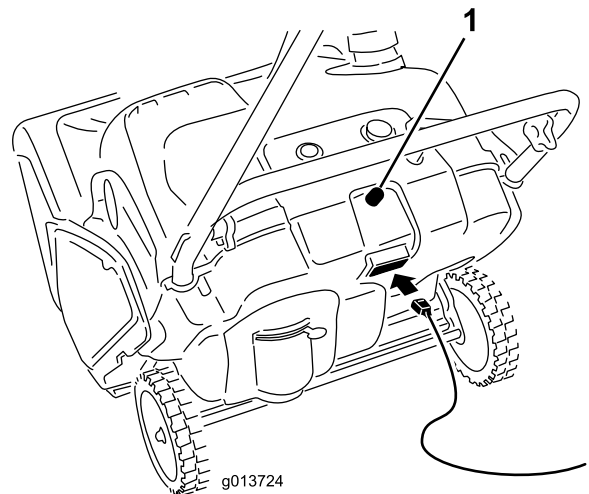
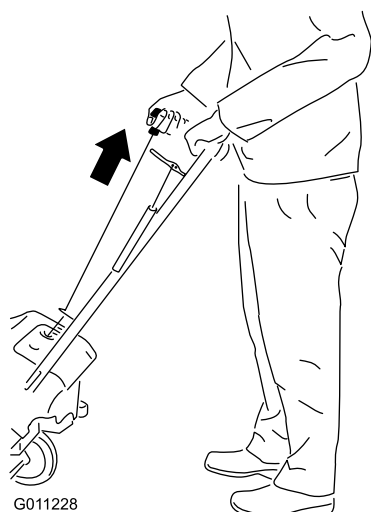

Figure 15
Figure 16
4. Raccordez une rallonge mise à la terre au secteur et à la machine, puis appuyez sur le bouton du démarreur électrique (modèle 38593 uniquement) (Figure 15), ou tirez la poignée du lanceur (Figure 16).